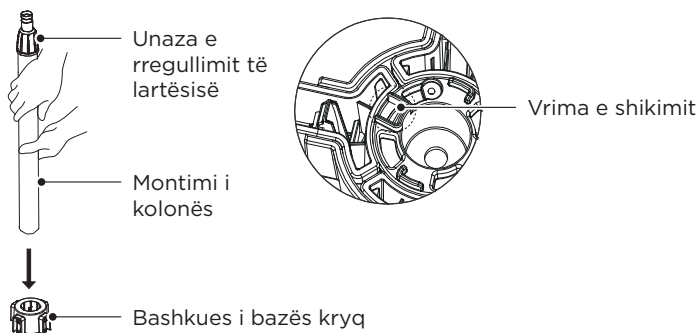

Fig.1
- 1** Vendosni kolonën në bashkues nga lart poshtë, sigurohuni që të jetë fiksuar në vend (Përmes vrimës përmes në pjesën e poshtme të bashkuesit, mund të gjykohet nëse kolona është fiksuar në vend). (Fig.1)